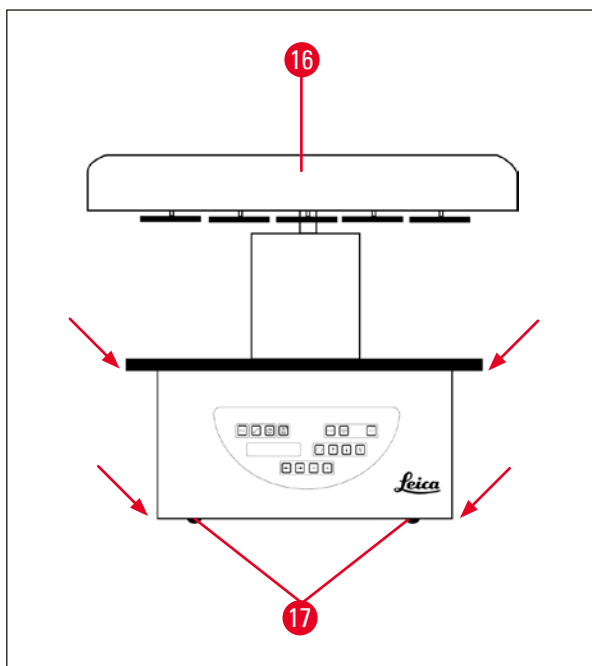

图 12
- 要抬起仪器，请抓住试剂容器平台或外壳的下端 (→ 图 12) 并抬离底座 (→ 图 11-10)。